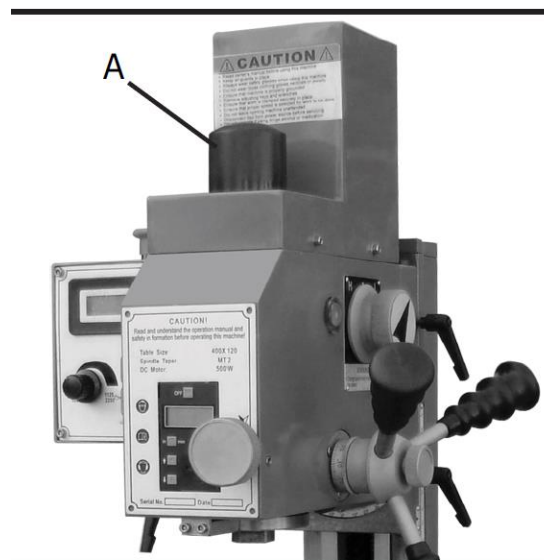

Рис. 14
2. Снимите крышку оправки на кожухе мотора (А, Рис. 14).